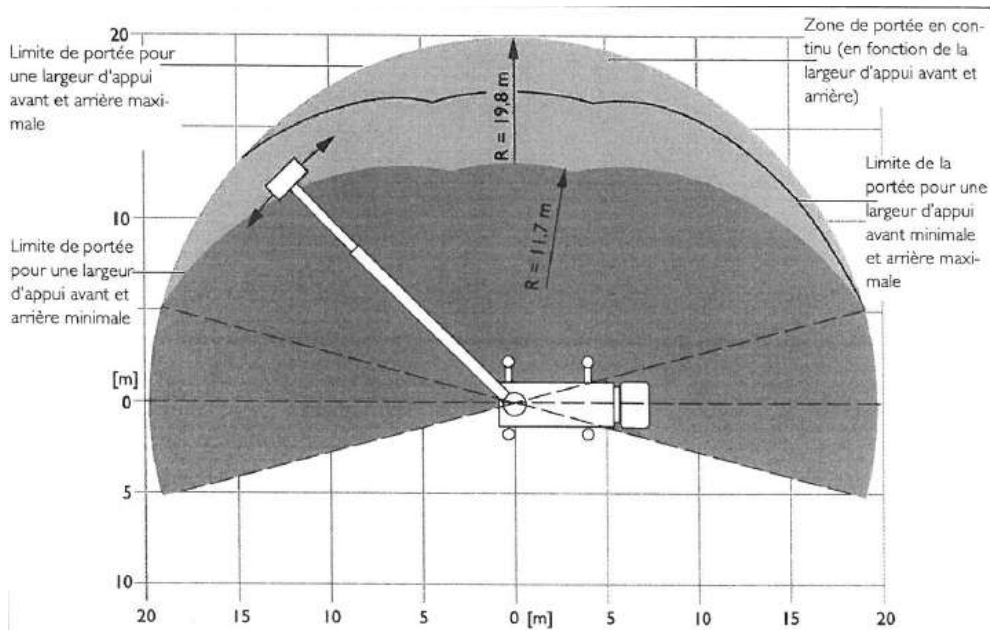

Figure 18 : Champ d'action horizontal - échelle DLA(K) 23-12
- champ d'action horizontal : à une distance de 10 mètres de la façade, le champ d'action est d'environ 10 mètres de part et d'autre ; l'auto-échelle couvre donc un champ de 20 mètres quand elle est placée en face du lieu d'intervention (cfr. Figure 18).